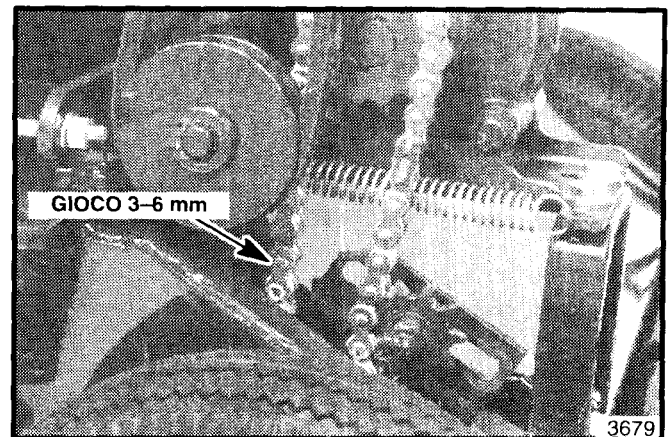

Figura 13. Tensione della catena
5. Stringere la catena regolando la ruota dentata folle fino a che c'è solamente un movimento di solo 3-6 millimetri (1/8-1/4 di pollice) sulla catena dalla parte opposta alla ruota dentata folle (vedere figura 13). Stringere la viteria della ruota dentata folle.